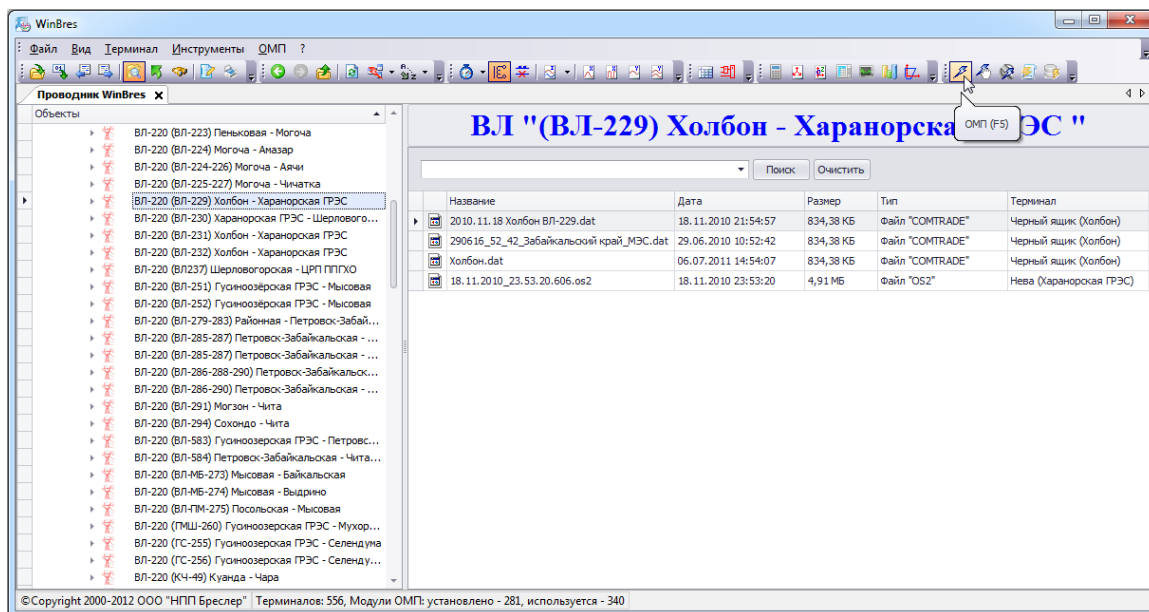

Рис. 3.1.1. Вызов функции ОМП с помощью кнопки панели инструментов
- с помощью кнопки ОМП  панели инструментов WinBres (рис. 3.1.1);